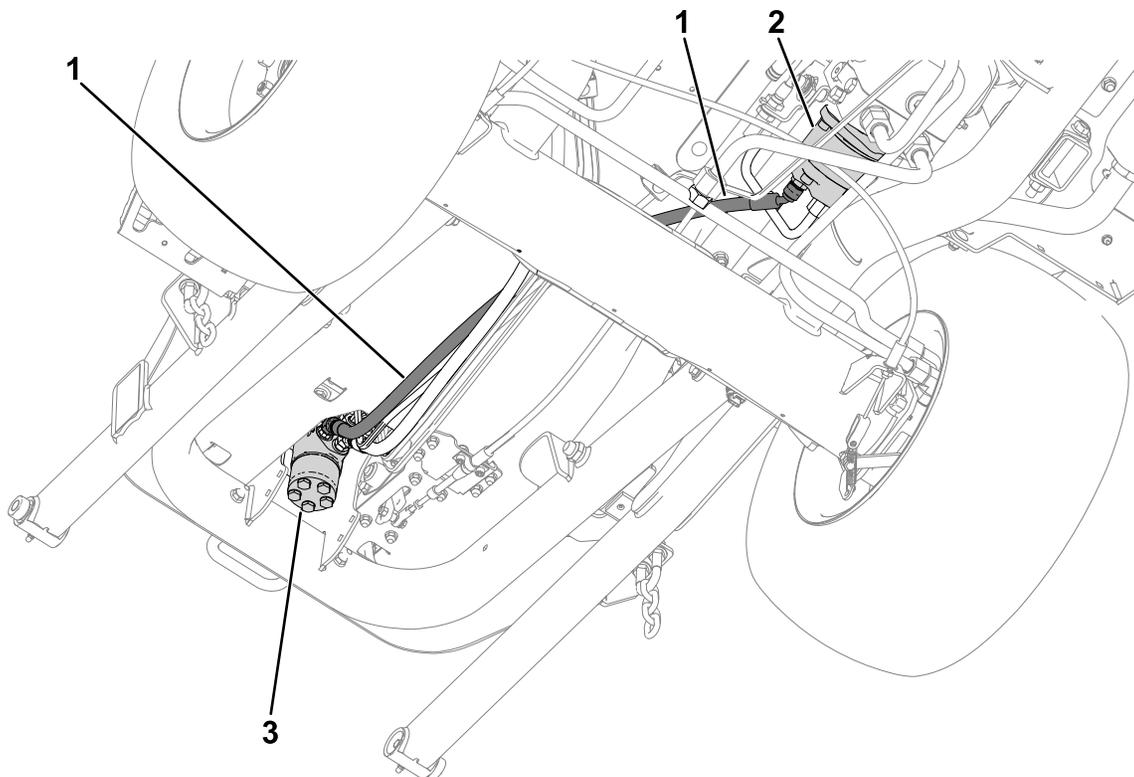

Figura 4
5. Asegúrese de que la manguera hidráulica se dirige tal y como se muestra en la Figura 4.